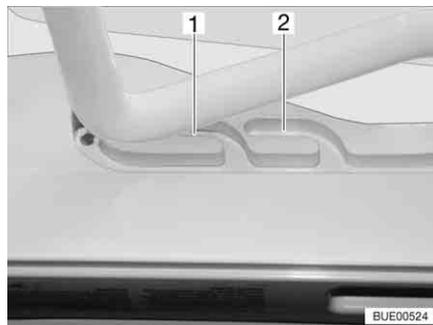
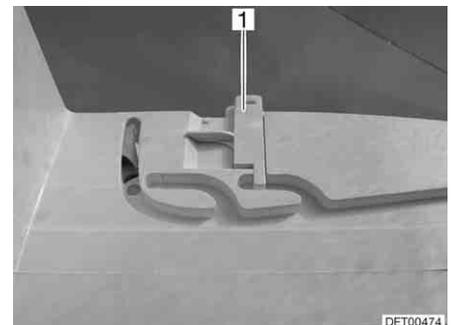

Bild 75 Heki-Dachhaube in Lüftungsstellung
Bild 76 Verriegelung Lüftungsstellung
Die Heki-Dachhaube kann in zwei Lüftungsstellungen gebracht werden: Schlechtwetterstellung (Bild 75,1) und Mittelstellung (Bild 75,2). Je nach Modell kann die Dachhaube in der Mittelstellung mit dem Riegel (Bild 76,1) verriegelt werden.
- Den Bügel leicht nach oben drücken und in die gewählte Führung (Bild 75,1 oder 2) schieben und ggf. verriegeln.